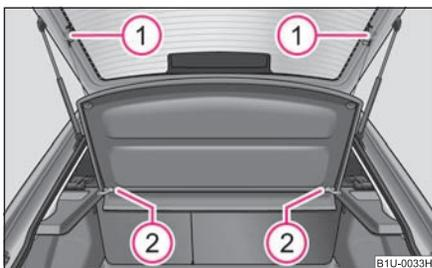

Fig. 76 Dépose de la tablette du coffre à bagages
- Décrochez les sangles du capot de coffre à bagages ① ⇒ fig. 76.
- Sortez le cache de la fixation ② et tirez-la horizontalement en arrière.
- Lors de la remise en place, poussez d'abord le cache-bagages dans la fixation ② puis accrochez les sangles ① sur le capot du coffre à bagages.